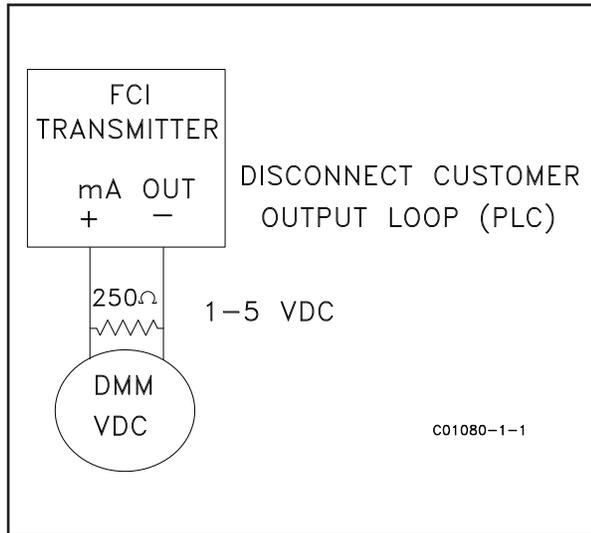

Figura 20
- A. Per leggere da 1 a 5 volt, scollegare entrambi i circuiti ad anello di uscita e collegare una resistenza di precisione da 250 Ω al terminale di uscita (figura 20). Quindi connettere il multimetro digitale, impostare i volt CC (V), alla resistenza per leggere il calo di tensione.